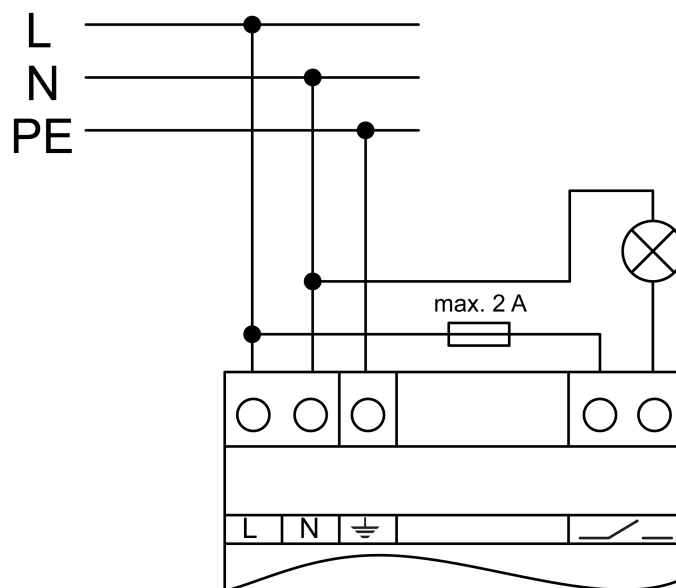

Рисунок 5: Пример использования — сигнальная лампа для оптической индикации режима работы
- Контрольное устройство в соответствии с примером подключения (рисунок 5).